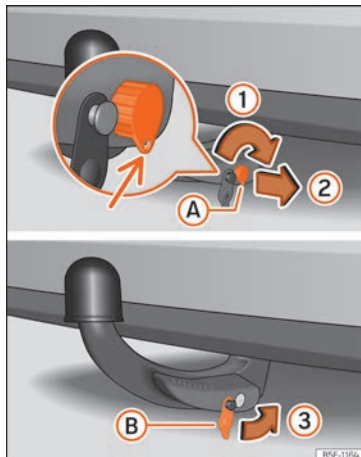

Fig. 267 Colocación del gancho de remolque.
- Gire la llave hacia la derecha justo media vuelta, hasta que el agujero de la llave quede abajo » fig. 267 (1).
- Extraiga la llave (2).
- Coloque la tapa (B) en la cerradura (3) » fig. 267 » ⚠.